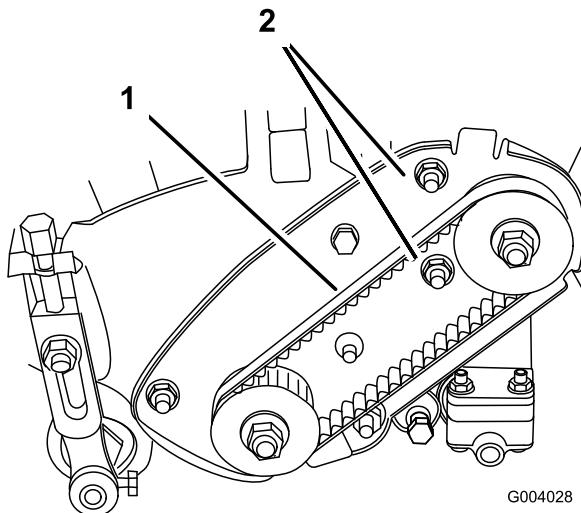

Figura 34
- A. Allentate i dadi di montaggio della sede del cuscinetto (Figura 34).
- C. Serrate i dadi di montaggio della sede del cuscinetto tenendo ferma nel contempo la chiave torsiometrica all'impostazione prescelta (Figura 34). Non tendete eccessivamente la cinghia.